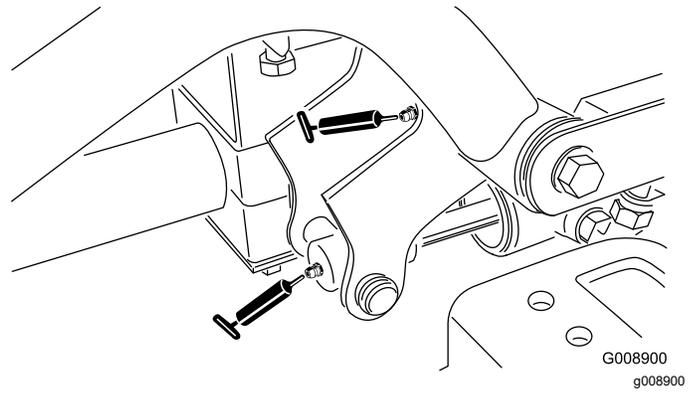

Figura 62
- Pivô do braço de elevação e cilindro de elevação dianteiros à direita (2 guarnições—Figura 62)